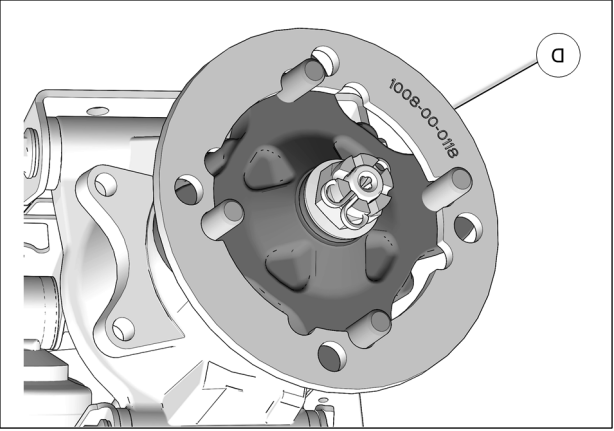

Fig. 18
7. Installer les espaceurs d'essieu (D) sur les moyeux arrière. Voir la Fig. 18